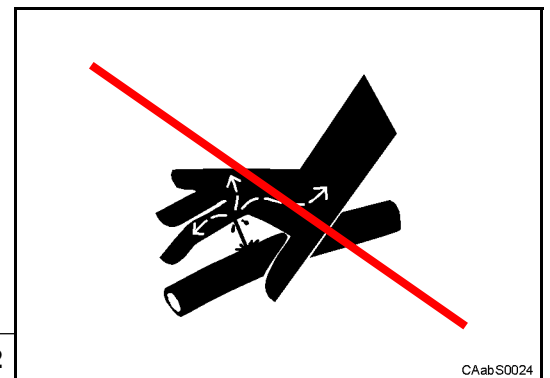
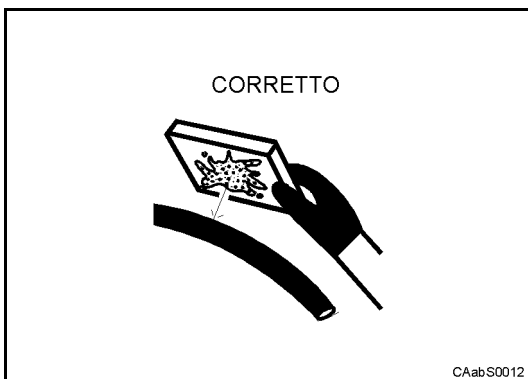

Fig. 32
Fig. 33
Indossare le protezioni individuali di sicurezza a norma di legge. Evitare la ricerca di eventuali perdite di fluido da condotti in pressione con le mani o altre parti del corpo (Fig. 32), utilizzare le attrezzature preposte o comunque elementi non infiammabili (Fig. 33).
*Wear the personal protective clothes, in agreement with the current regulations. Do not search possible liquid loss on pressured pipes by using hands or others body parts (Fig. 32), use the prescribed devices or not inflammable elements (Fig. 33).*